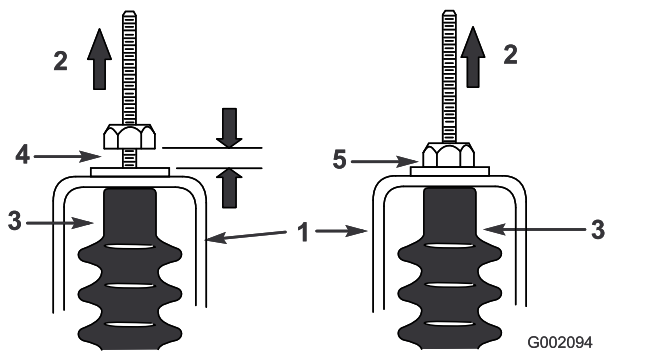

图 59
5. 向上拉每根换档线，确保螺母/垫圈与空档支架之间留有 0.76~1.52mm 的空隙（图 59）。